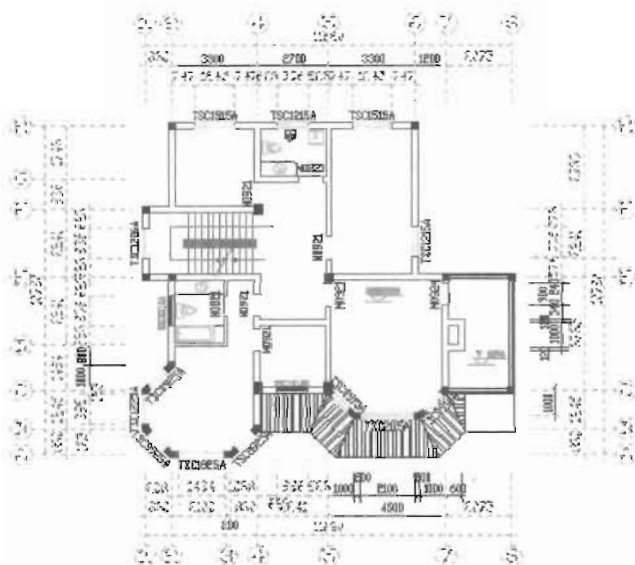

图 5-106
(3) 单击“确定”按钮后，即可选中满足条件的图形，即选中所有颜色为绿色的图形，如图 5-106 所示。